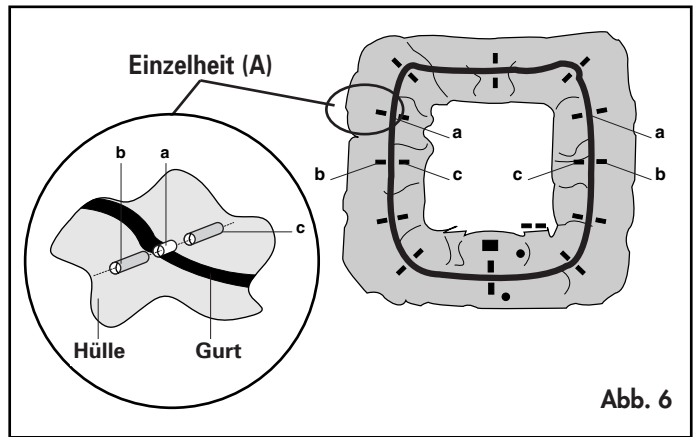

Abb. 6
- b** Setzen Sie den Gurt so, daß der Saum (a) auf der selben Achse ausgerichtet ist, wie die Säume (b) und (c). Überprüfen Sie die Lage jedes Saums, Abb. 6.